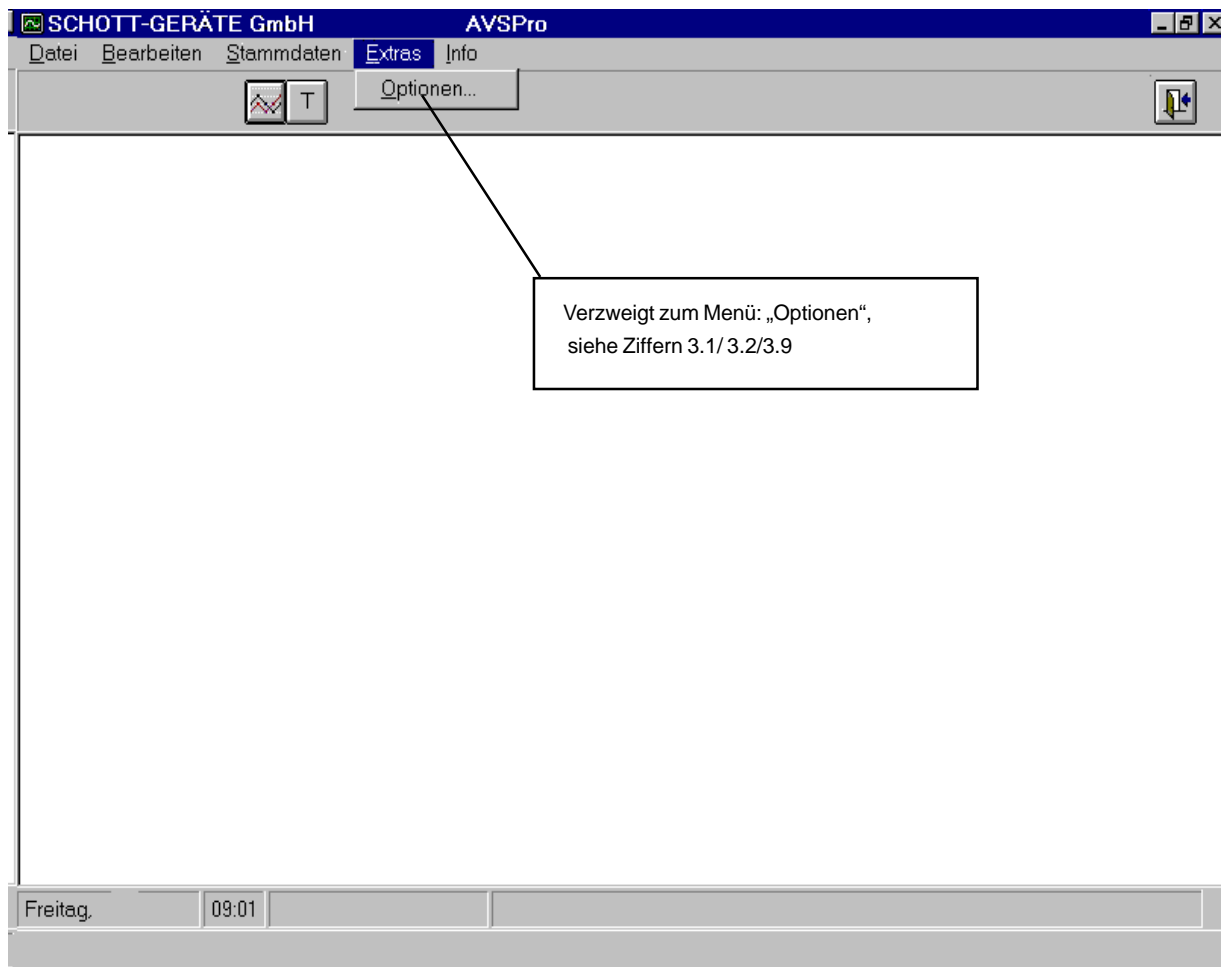
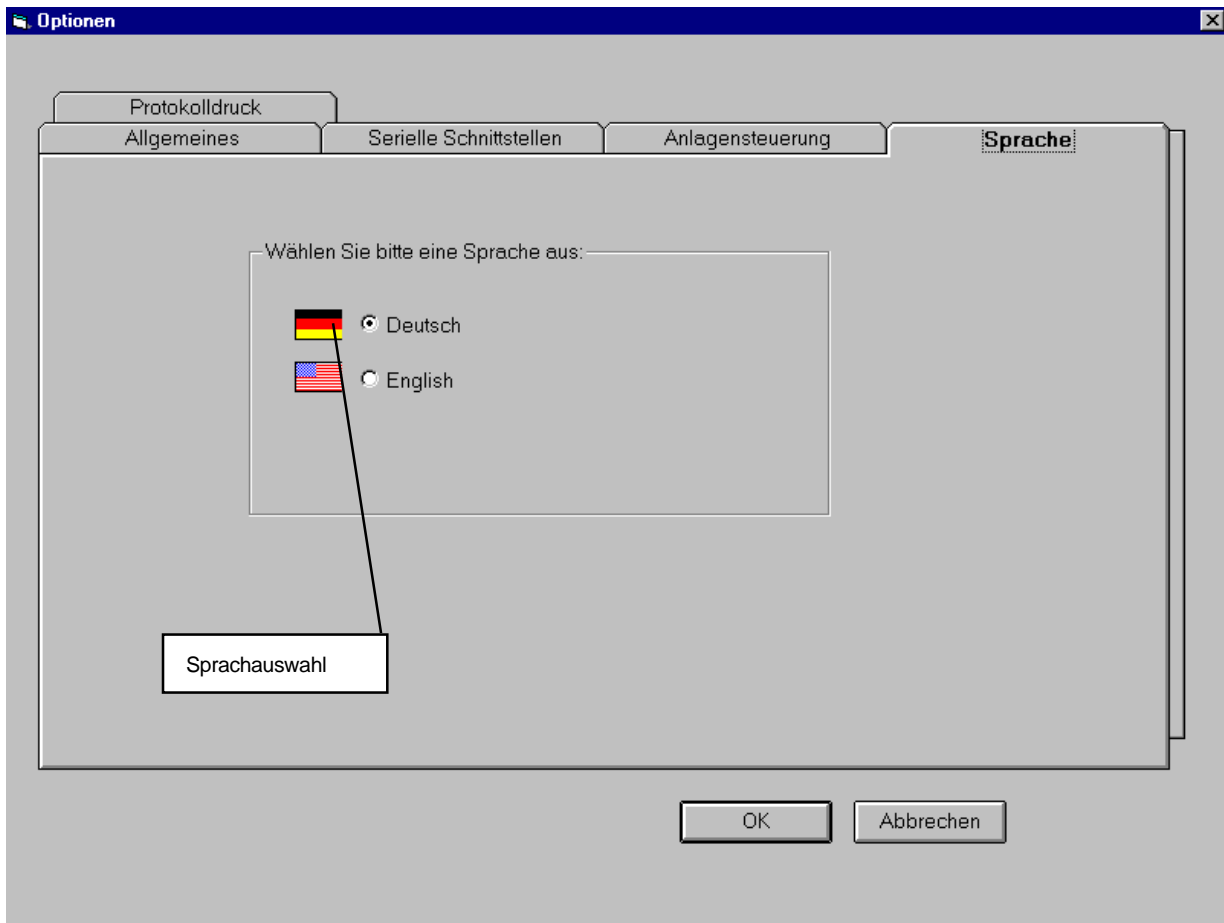
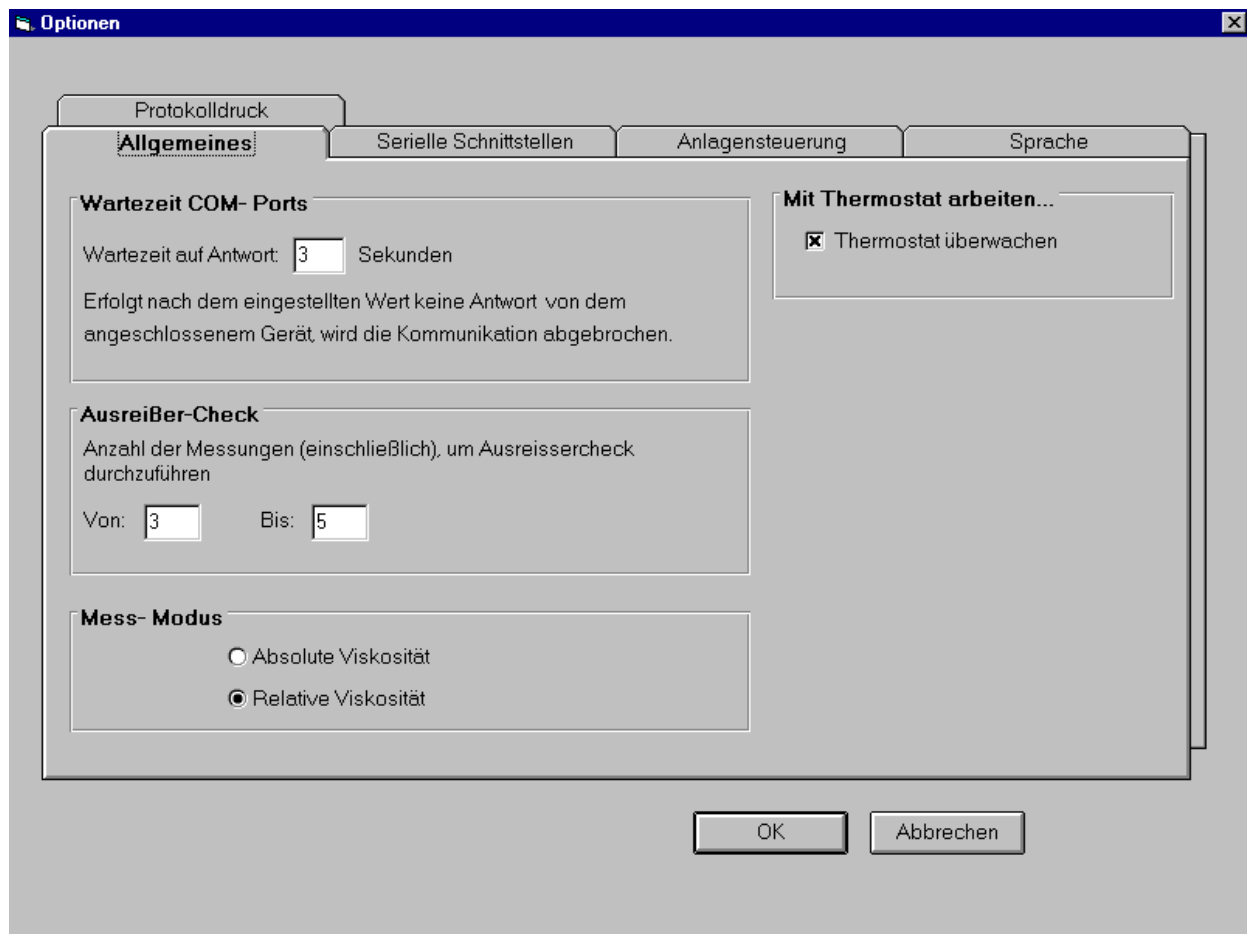

Abb. 14: Ausgangsbildschirm mit Menü "Extras/ Optionen" ausgeklappt
Abb. 15: Karteikarte zur Auswahl der Menü-Sprache
Abb. 16: Karteikarte für allgemeine Einstellungen
Wenn die eingestellte Menü-Sprache nicht dem Wunsch entspricht, kann dies über den Menüpunkt "Extras, Optionen" (siehe Abb. 14) mit der Auswahl der Karteikarte "Sprache" (siehe Abb. 15) neben der entsprechenden Landesfahne ausgewählt werden.
- **Thermostate / Messmodus:** Über den Menüpunkt "Extras, Optionen" (Abb. 14) wird mit der Auswahl der Karteikarte "Allgemeine Einstellungen" (Abb. 16) eingestellt, ob der (die) Thermostat(en) in die Kontrolle durch das Anwendungsprogramm einbezogen werden soll ("Mit Thermostat arbeiten"). Zugleich wird auf dieser Karteikarte der Messmodus eingestellt. Wenn mit (einem) Thermostaten gearbeitet wird, sollte die Parametrierung des/der Thermostaten zuerst vorgenommen werden, wie in Ziffer 3.3 beschrieben wird.
3.1 Auswahl der Sprachversion	Abb. 15 ab Seite 24
3.2 Allgemeine Auswahl	Abb. 16 ab Seite 25